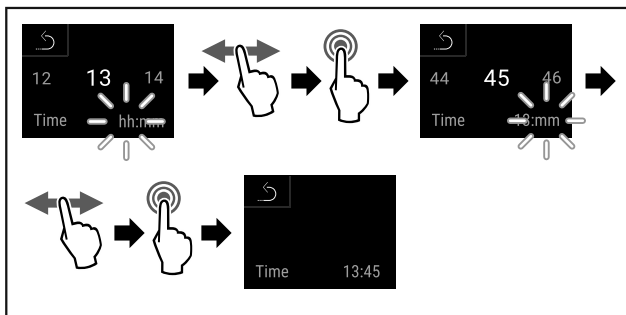

Fig. 56
- ▶ Eseguire i passi (vedere Fig. 56).